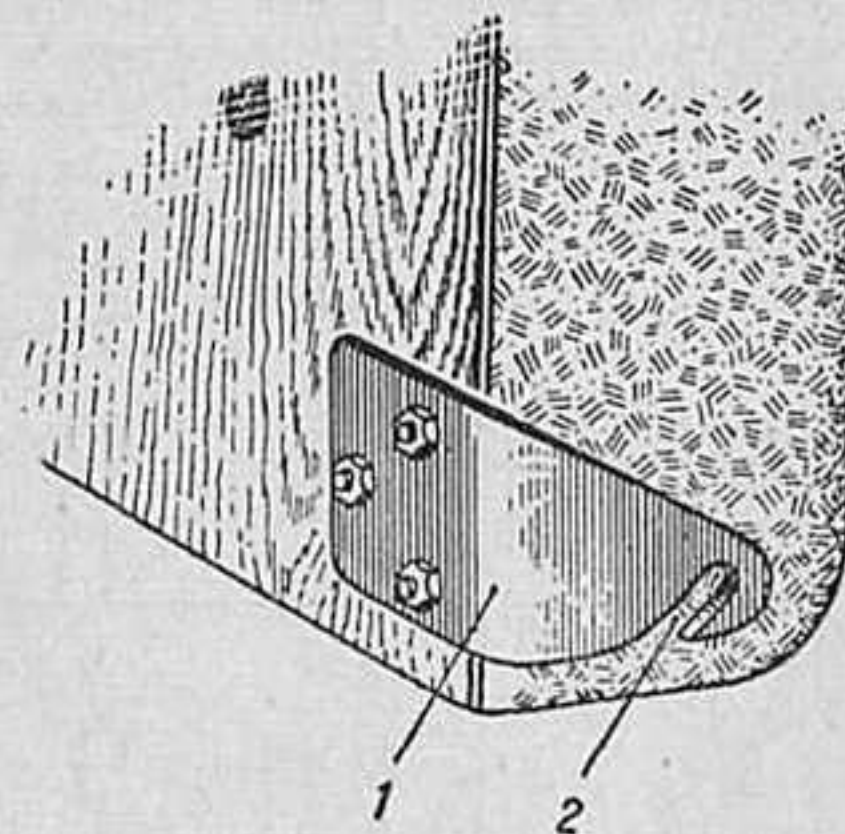

Рис. 6
5. Если спинки переднего сидения оставлены не съемными, то достаточно удобный ночлег можно обеспечить иными путями. Наиболее простой из них заключается в том, что легко-съемной делается только спинка заднего сидения. Этого можно достигнуть несколькими путями. Как известно, спинка заднего сидения установлена на шарнирах, что обеспечивает доступ в багажник. Шарниры образованы двумя фасонными болтами, крепящими спинку к днищу кузова. Шейки этих болтов проходят в отверстия металлических кронштейнов спинки. Можно снять спинку, вывернув болты. Однако при частом пользовании постелью это становится неудобным и может повести к порче резьбы. Лучше пропилить в металлических кронштейнах 1 спинки (рис. 6) специальные проходы 2 для шеек болтов. Тогда спинку можно снять очень просто и быстро. Нужно только так рассчитать направление пропилов, чтобы спинка сама с болтов не соскакивала. Можно также около пропилов устроить специальные застёжки, откидывающиеся или пружинящие. Эти застёжки будут запирают спинку на своем месте.